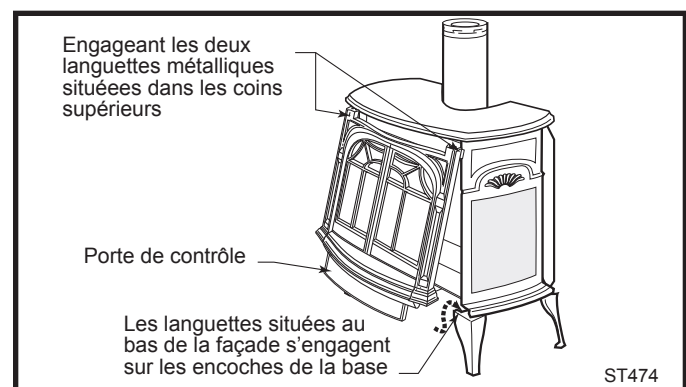

Fig. 53 Installation de la façade.
2. Branchez les fils du thermostat aux bornes du distributeur. (Fig. 53)
Agripper la façade et soulevez-la en position en engageant les deux languettes métalliques situées dans les coins supérieurs arrière sur les doigts des panneaux de côté du poêle. (Fig. 53) Appuyez le bas de la façade sur les côtés de façon à ce que les languettes situées au bas de la façade s'engagent sur les encoches de la base.